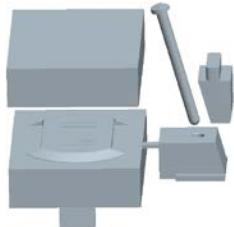

图 27.65 移动后的状态
Step7. 在 **DEFINE STEP (定义步骤)** 菜单中选择 **Done (完成)** 命令, 移出后的模型如图 27.65 所示。